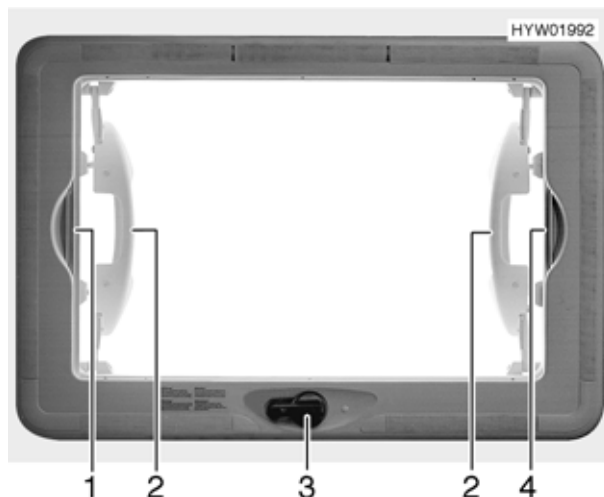

Fig. 57 Oblò sollevabile e ribaltabile
- Girare la manovella (Fig. 57,3) fino a quando non si incontra resistenza (angolo di apertura max. 70°).
- ▷ Afferrare sempre le maniglie (Fig. 57,2) con entrambe le mani per azionare questo oblò.
- Tirare la tendina oscurante pieghevole per la maniglia (Fig. 57,1) verso la maniglia contrapposta della zanzariera a rullo (Fig. 57,4) e farla innestare.
- Sganciare la maniglia della tendina oscurante pieghevole (Fig. 57,1).
- Tirare la zanzariera a rullo per la maniglia (Fig. 57,4) verso la maniglia contrapposta della tendina oscurante pieghevole (Fig. 57,1) e farla innestare.
- Sganciare la zanzariera a rullo dalla maniglia della tendina oscurante pieghevole (Fig. 57,1).
- Ricondurre lentamente la zanzariera a rullo accompagnandola con la maniglia (Fig. 57,4).